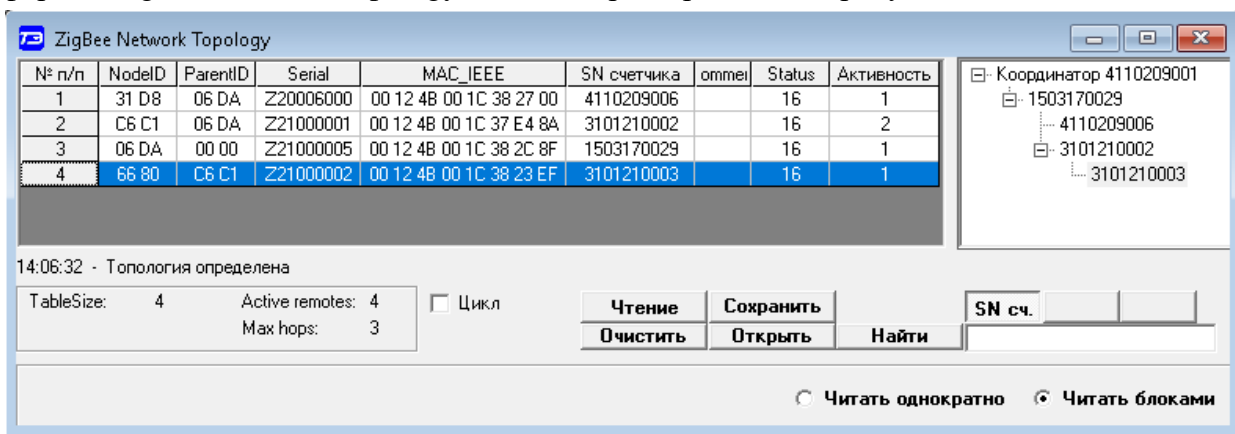

Рисунок 12 – Форма «ZigBee Network Topology»
4.2.4.2 На поле формы «ZigBee Network Topology» (рисунок 12) установить флаг «Читать блоками» и прочитать таблицу маршрутизации удаленных модемов в радиосети нажатием кнопки «Чтение».
4.2.4.5 В правой части формы «ZigBee Network Topology» (рисунок 12) отображается структура построенной радиосети. Из рисунка следует, что к базовой станции один удаленный модем № 1503170029 подключен непосредственно, два модема № 4110209006 и № 3101210002 подключены через ретранслятор № 1502170029 (глубина ретрансляции 2) а четвертый модем № 3101210003 подключен через два ретранслятора № 3101210002 и № 1503170029 (глубина ретрансляции 3).